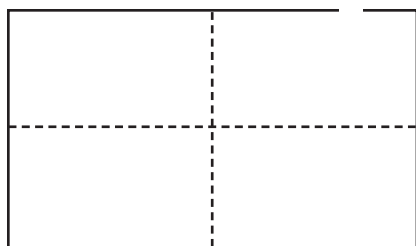

Fig. 1
1. Delinee toda el área que se instalará. (Fig. 1)